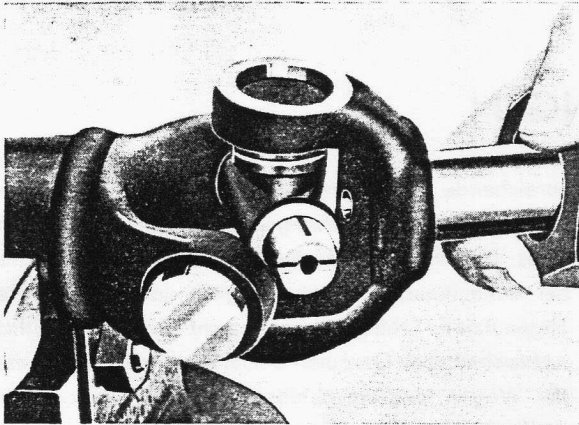

Bild 4-6. Gelenkkreuz ausbauen
5. Das gegenüberliegende Nadellager mit einem dünnen Metallwerkzeug berausschlagen, Kreuz herausnehmen, siehe Bild 4-6. Das andere Nadellager herausschlagen.